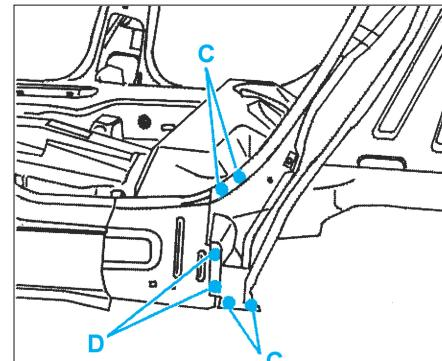

FIG. 141
- par points électriques suivant (A) (avec l'équipement AB1) (Fig.140), (Fig.141), (Fig.142) et (Fig.143),
- par points bouchons au MIG suivant (B) et meuler,
- par points bouchons au MIG suivant (D),
- par points électriques suivant (C) (avec l'équipement AB1).